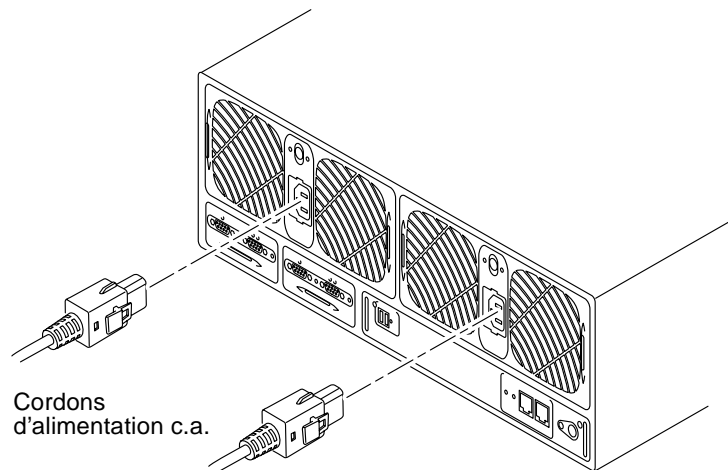

FIGURE 2-8 Branchement des cordons d'alimentation
7. Branchez les deux cordons d'alimentation sur les deux unités d'alimentation et de refroidissement situées à l'arrière de l'unité maîtresse (FIGURE 2-8).